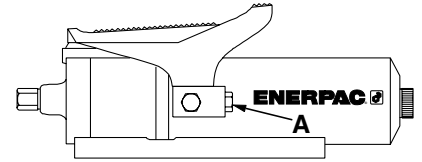

Figure 3
- Voir la figure 3. Retirer le bouchon du connecteur hydraulique pivotant femelle NPTF de  $\frac{3}{8}$ " (A) et installer l'extrémité mâle d'un raccord hydraulique NPTF de  $\frac{3}{8}$ ". Le raccord peut être un tuyau à haut débit, un flexible ou un adaptateur de manomètre.